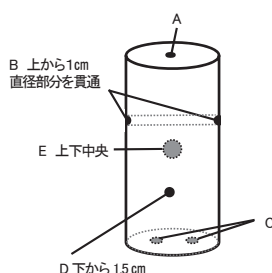

図 1
①図 1 のように丸棒に穴を開けます。
② A の穴にモールを差し込み、発泡ポリスチレン球を通して頭にします。B の穴にモールを通して腕にします。C の穴に竹ひごを差し込んで足にします。D の穴にヒートンをねじ込み、E の穴にネオジウム磁石をはめ込みます。